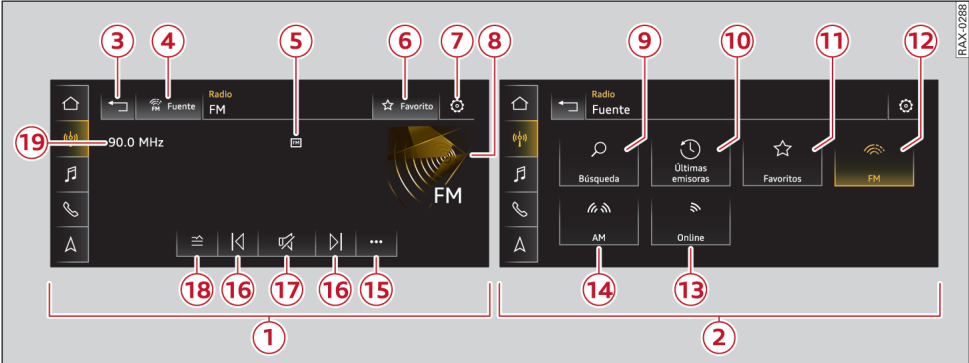

Fig. 163 Pantalla central: Izquierda: Funciones de la radio en la vista de reproducción. Derecha: Fuentes
► Pulse en la lista de reproducción en ☆  **6** ⇒ *pág. 277, fig. 163*.